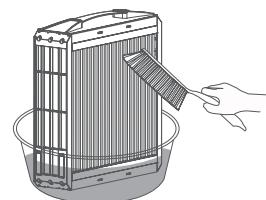

Figura 6
- Notas:** a. É preferível utilizar detergente e deixar atuar durante cerca de 10 minutos antes de escovar as placas coletoras. Não deixa atuar demasiado tempo a fim de preservar o bom funcionamento das placas coletoras (figura 6)